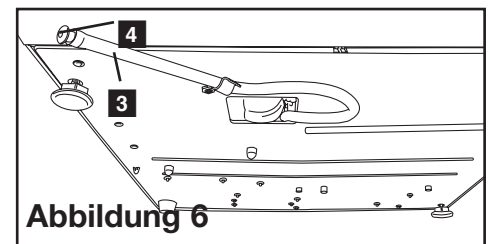

Abbildung 6
- Entleeren Sie den Inhalt des Behälters mit Hilfe des Ablassschlauches (siehe Abschnitt 3.5 Vorbereiten der Pumpe, Abbildung 6) in ein Wasserbehältnis.